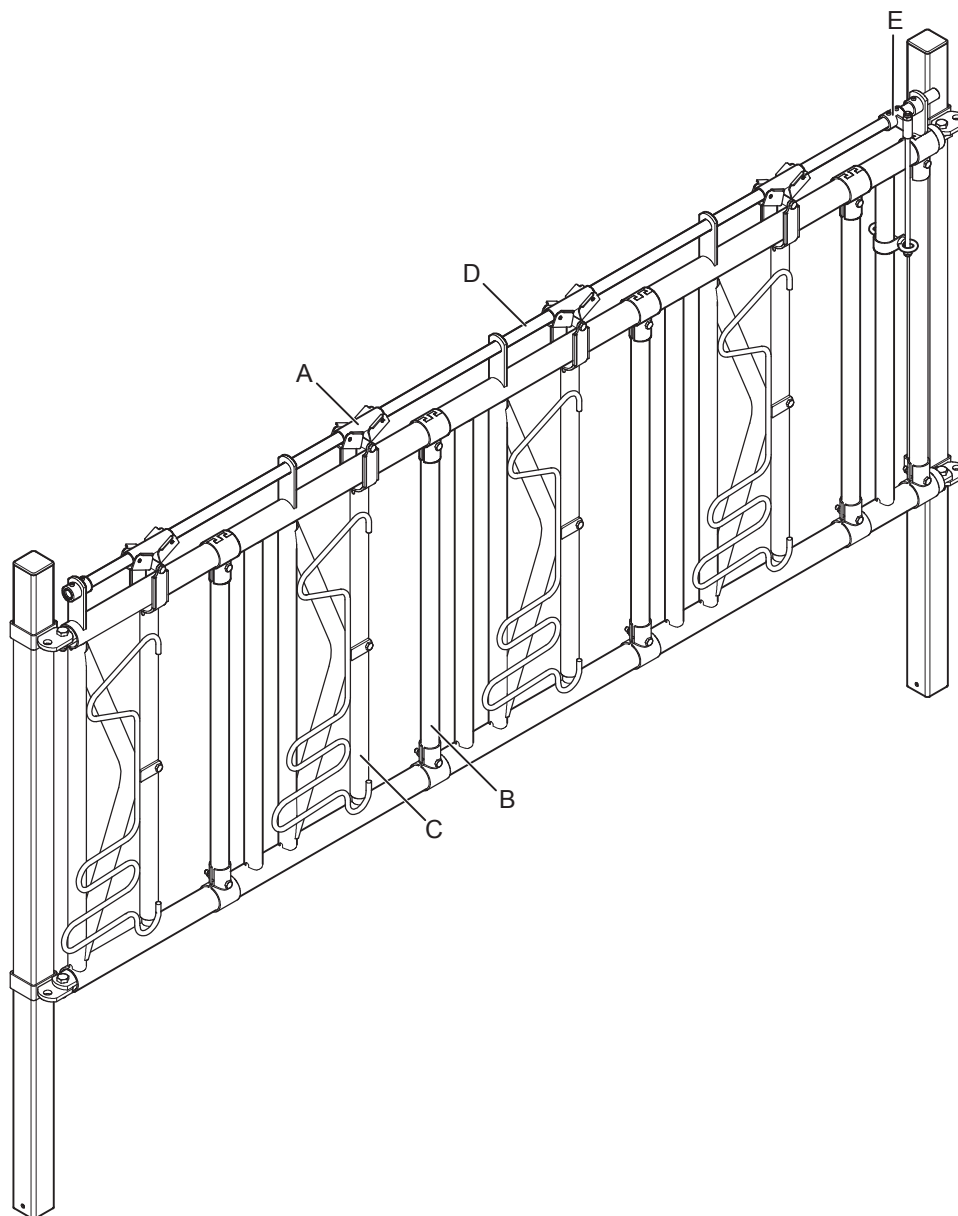

Fig. 2: DeLaval sikkerhetsfangfront HLS50 oversikt.
- En standardversjon der låseinretningen (A), det justerbare røret (B), det dreibare røret (C), kontrollrøret (D) og kontrollenheten (E) må monteres på gården. Kontrollrøret (D) og kontrollenheten (E) må bestilles separat (se Fig. 2).
- En versjon der alt er ferdig montert og der kontrollrøret (D) og kontrollenheten (E) er inkludert (se Fig. 2).
Hvis styringsenheten (C) står i åpen posisjon, vil det dreibare røret (B) bevege seg fritt mellom de tre posisjonene (1), (2) og (3). Se Fig. 2. Kyrne kan gå inn og forlate førbrettet frivillig.
- Det dreibare røret er i posisjon (1) når ingen kyr spiser i denne åpningen.
- Hvis ei ku spiser fra åpningen, blir det dreibare røret trykt i posisjon (2) eller (3).
- Hvis ei ku faller eller legger seg ned, kan det dreibare røret vris til posisjon (3), slik at kua får nok plass til å forlate fangfronten.